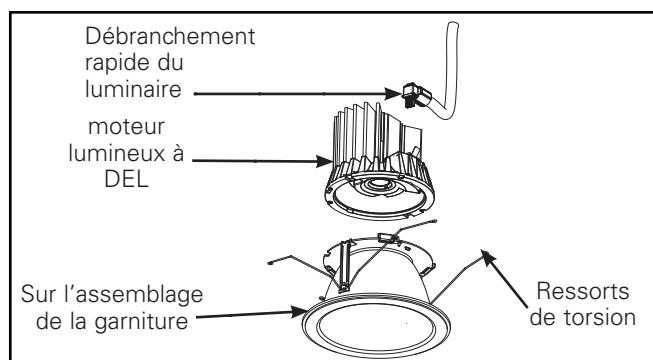
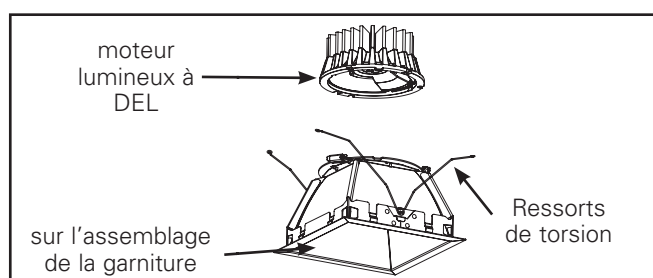

Figure 5.
Figure 6.
4. Figure 5 et Figure 6 représentant un seul module DEL et une garniture de distribution moyenne).